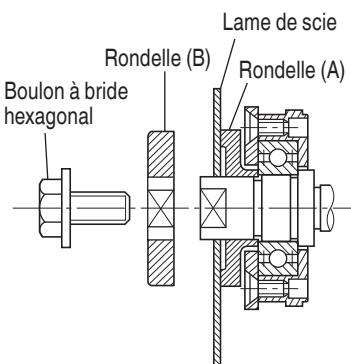

Fig. 12
### 2. Montage de la lame (Fig. 12)
- (1) Bien retirer toute la sciure qui s'est accumulée sur l'axe, le boulon et les rondelles.
- (2) Pour monter la lame, les côtés concaves des deux rondelles (A) et (B) doivent rentrer dans les côtés de la lame. Monter la lame sur l'axe, puis fixer la rondelle (B). (Voir Fig. 12)
- (3) Pour s'assurer que la lame tourne dans le bon sens, il faut que la flèche de la lame soit dirigée dans le même sens que celle du carter de lame.
- (4) Avec les doigts, serrer le boulon hexagonal qui fixe la lame de scie au maximum. Puis, appuyer sur le levier de verrouillage, verrouiller l'axe et serrer le boulon à fond.
- (5) Vérifier que le levier de verrouillage se trouve sur sa position d'origine.